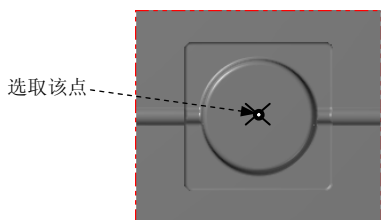
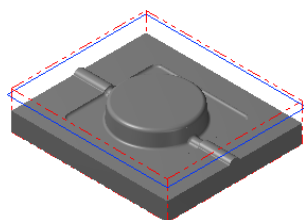

图 12.4 定义基准点
图 12.5 绘制矩形边界
Step1. 绘制矩形边界。单击顶视图 按钮，选择 **C 绘图** **→ R 矩形** 命令，系统弹出“矩形”工具栏。在“矩形”工具栏中确认 按钮被按下，选取图 12.4 所示的坐标原点，然后在 后的文本框中输入 150，在 后的文本框中输入 130，按 Enter 键。单击 **✓** 按钮，完成矩形边界的绘制，结果如图 12.5 所示。